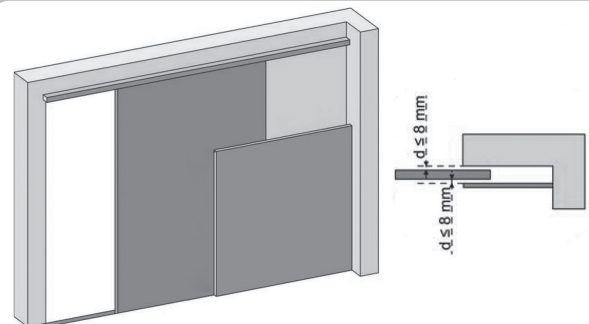
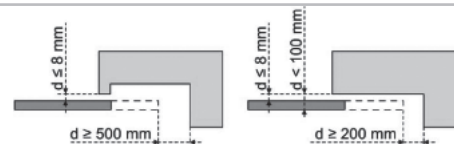

Abbildung 1 - Mechanischer Schutz
Abbildung 2 - Sicherheitsabstand
Schutz durch eine mechanische Vorrichtung (siehe Abbildung 1) oder durch Sicherheitsabstände (siehe Abbildung 2)
2.1 Lieferumfang - Abb. 1
2.2 Anwendungsbereich - Abb. 2
Torart (Abb.2)
Torgroße (Abb. 2)